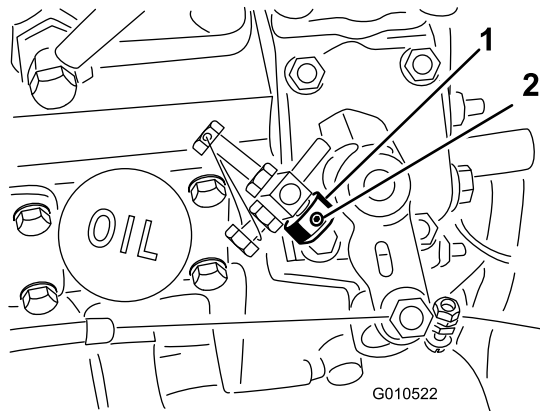

Figure 5
1. Desserrez la vis sans tête sur la butée de papillon (Figure 5).
2. Glissez la butée de papillon sur la vis d'arrêt de régime de ralenti accéléré (Figure 5). Le côté chanfreiné de la butée de papillon doit être placé à l'extérieur.